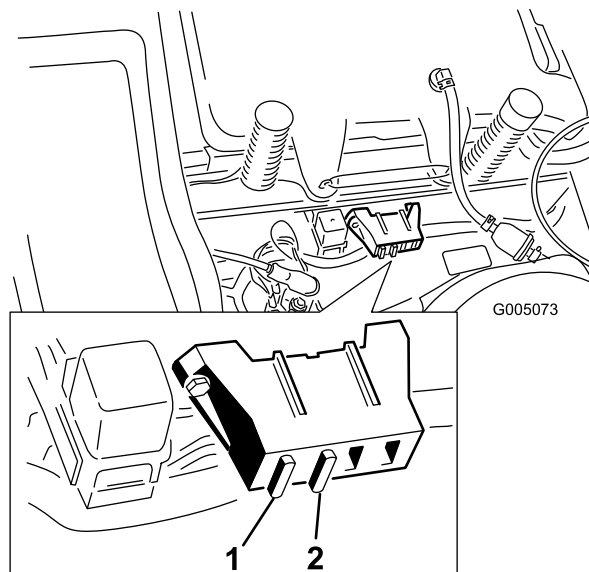

Figura 36
1. Levante el asiento para tener acceso al portafusibles (Figura 36).
2. Para cambiar un fusible, tire del fusible para retirarlo (Figura 36).